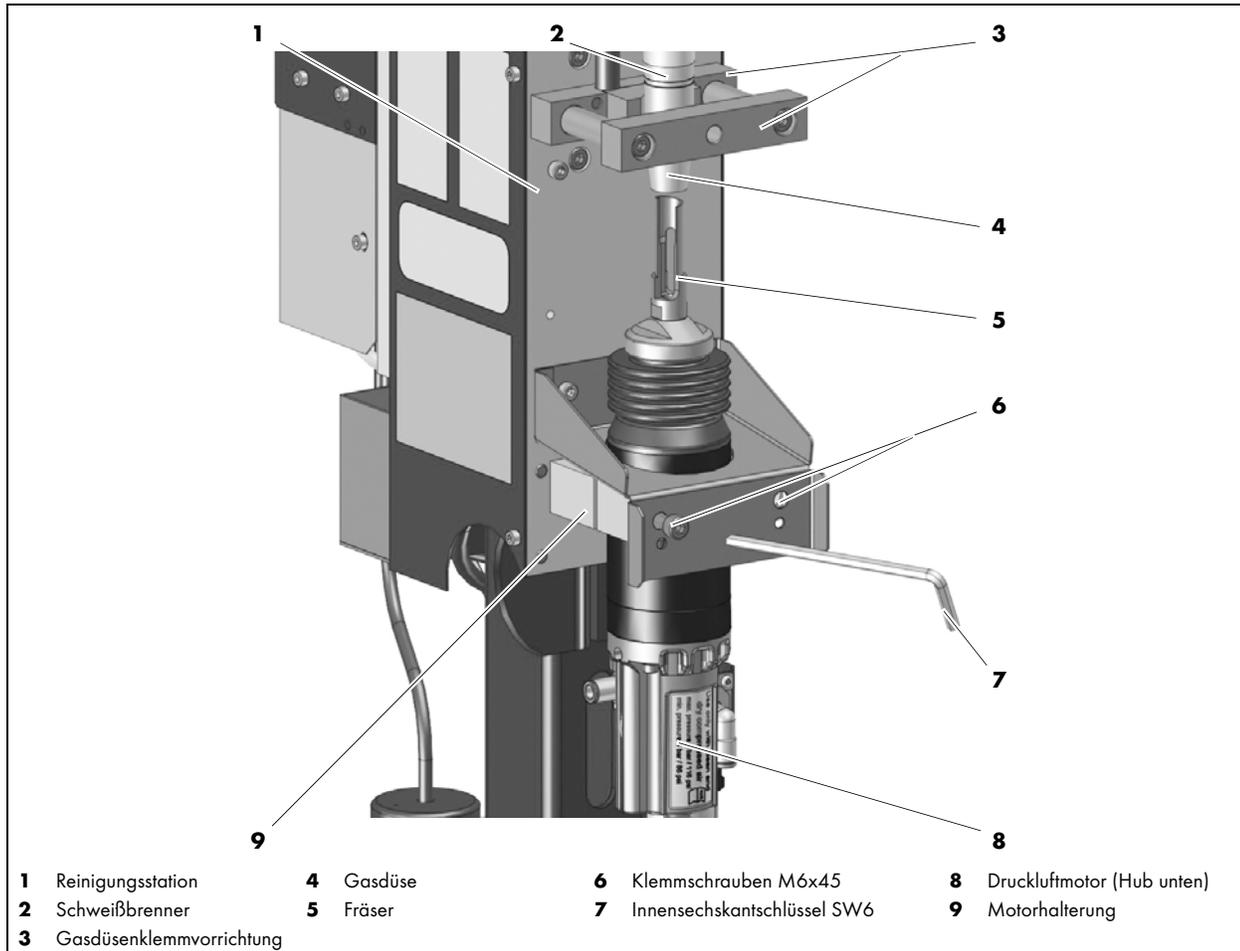

Abb. 19 Druckluftmotor einrichten
- Abb. 19 Druckluftmotor einrichten auf Seite DE-26
□ Abb. 19 Druckluftmotor einrichten auf Seite DE-26